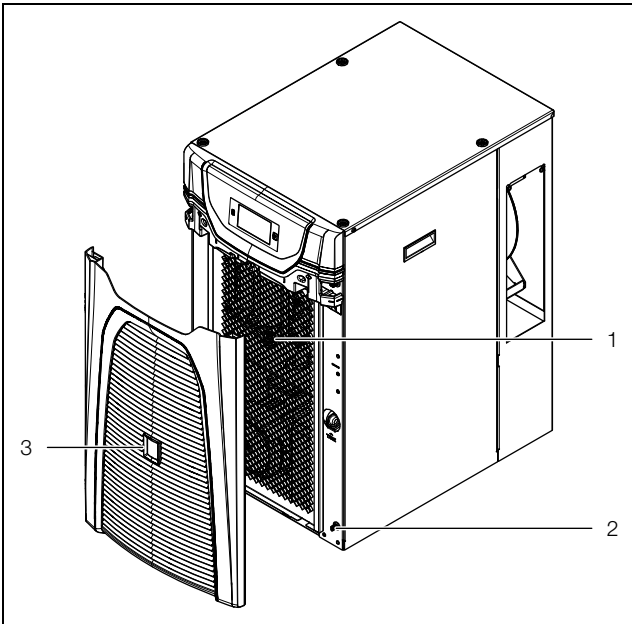

Imagen 31: Extraer la rejilla 3320200 y 3334300
- Extraiga la rejilla (imagen 31, pos. 3) de la parte frontal de la chiller de los clips de sujeción (imagen 31, pos. 2) y colóquela en un lugar seguro.